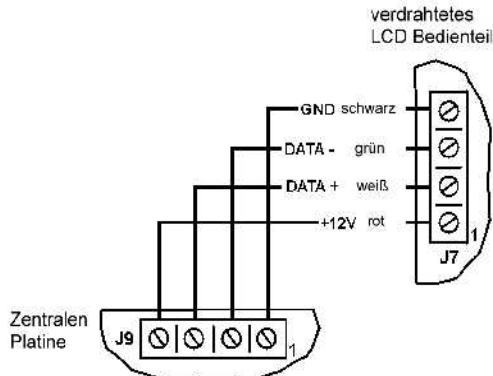

Abbildung 2.8: Verbindung von LCD- Bedienteil und Zentrale
5. Schließen Sie das Kabel an die Anschlussklemmen des Bedienteils und der Zentrale an, beachten Sie bitte Abbildung 2.8.